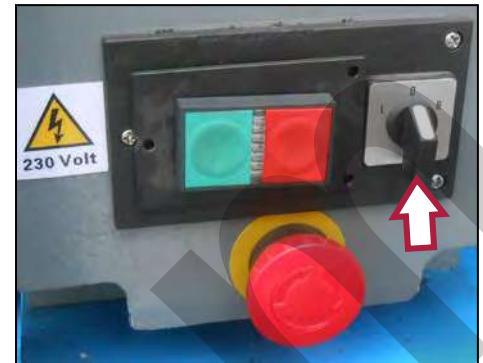

Figura 16 – Inversione senso di rotazione.
Per invertire il senso di rotazione del motore elettrico, girare verso il senso desiderato il selettore nero a destra del pulsante verde di avvio (vedere la Figura 16). Se girato verso destra, il mandrino ruoterà in senso orario, mentre se girato verso sinistra, il mandrino ruoterà in senso antiorario.
10. Se necessario, impostare il senso di rotazione del motore elettrico desiderato, utilizzando il selettore del senso di rotazione (di colore nero, vedere Figura 16).